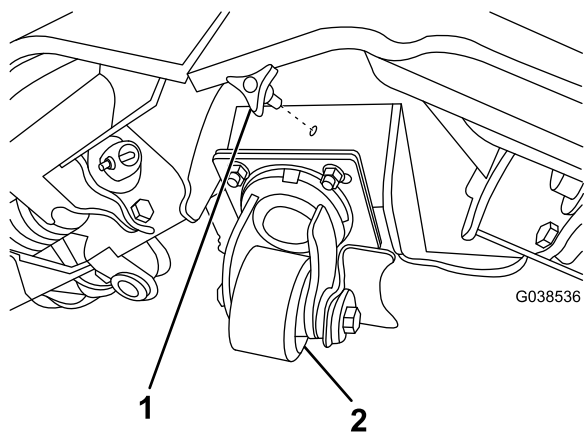

Figura 11
5. Inserte parcialmente el pomo de plástico de la zapata de la rueda giratoria central en el casquillo central de la pala (Figura 11).
6. Coloque la zapata de la rueda giratoria central en la placa inferior central de la pala, asegurándose de que el pomo de plástico queda hacia adelante (Figura 11).